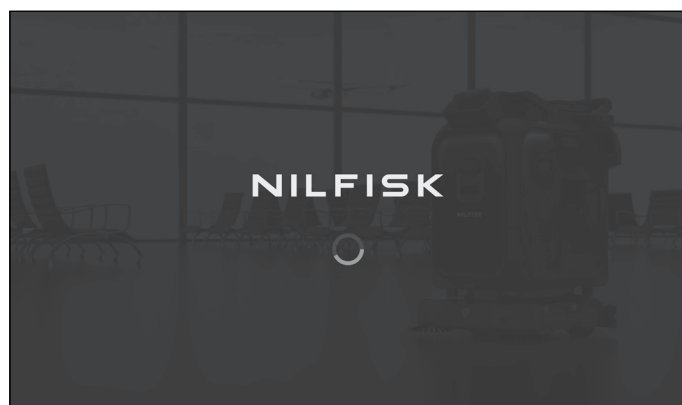

Figure 12
1. Allumez le VP25 et attendez que l'écran tactile démarre (Fig. 12).